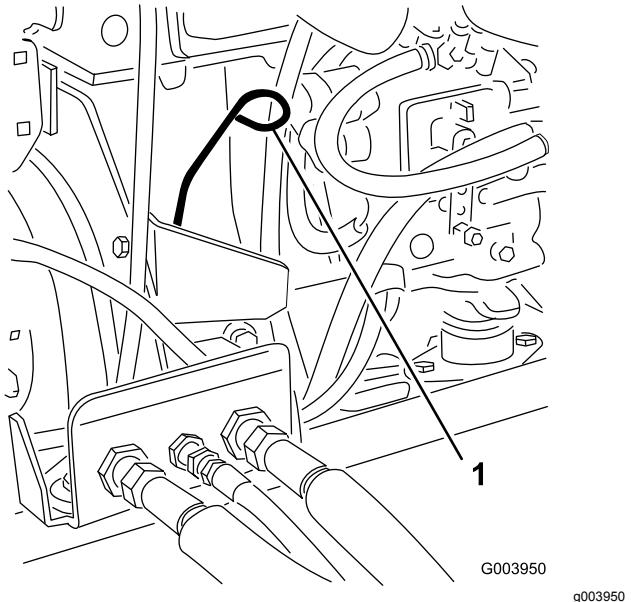

Figura 48
3. Togliete l'asta di livello, asciugatela e reinseritela (Figura 48).